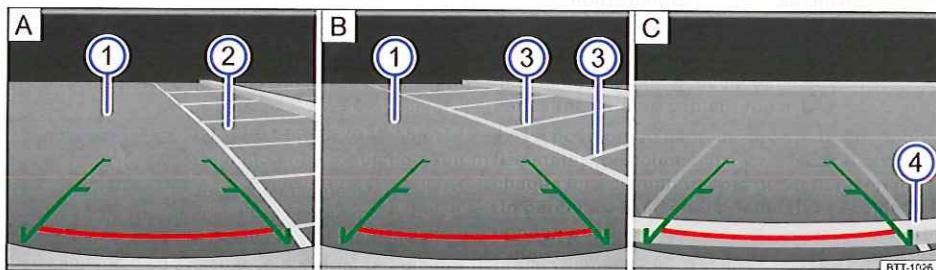

Fig. 164 Affichage à l'écran du système d'infodivertissement : stationnement avec la caméra de recul
Légende du schéma de principe fig. 164 :
2.	Positionnez le véhicule devant la place de stationnement ② \Rightarrow fig. 164 A.
4.	Reculez lentement et braquez B de sorte que les lignes vertes latérales mènent à la place de stationnement choisie ②.